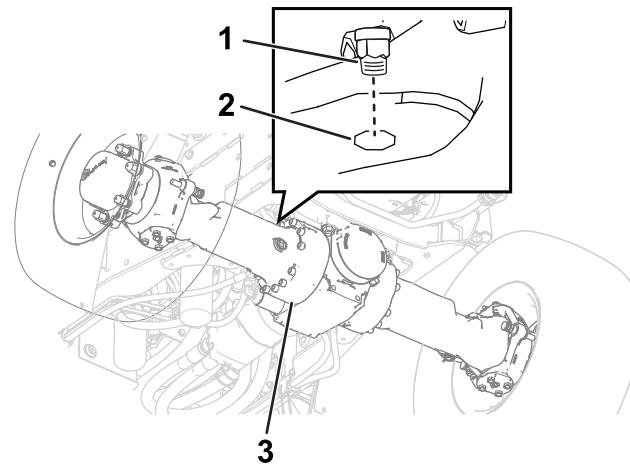
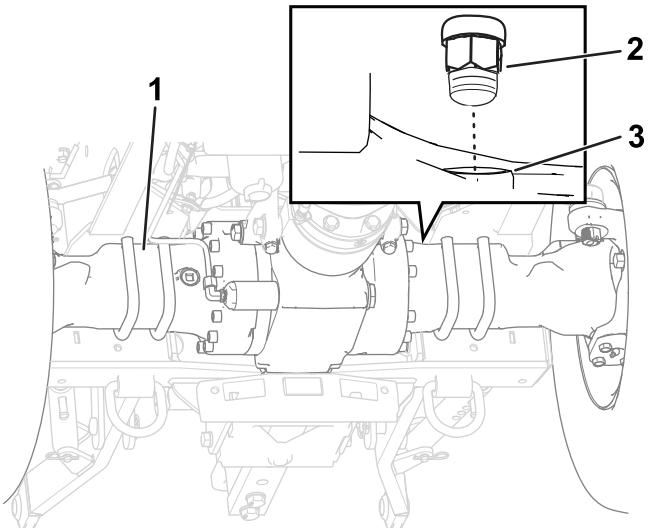

Figura 101
Figura 102
2. Retire los respiraderos de los ejes delantero y trasero (Figura 101 y Figura 102).
5. Instale los respiraderos en los ejes delantero y trasero (Figura 101 y Figura 102).